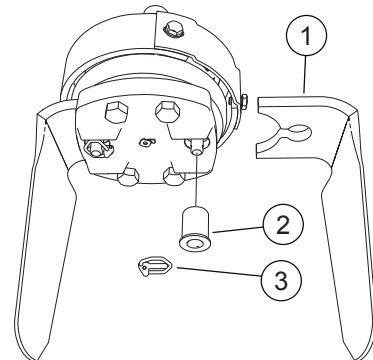

FIG. 49
- Den Splint entfernen (3, "Fig. 49").
- Die Hülse herausziehen (2).
- Das Werkzeug abbauen (1).